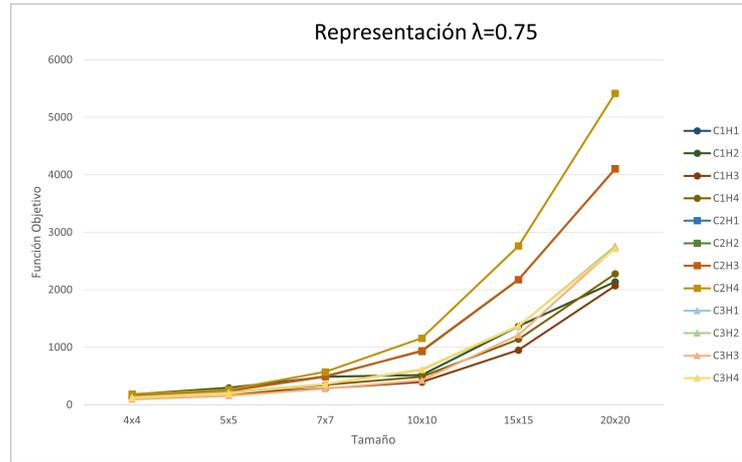

Figura 4.40 Representación General $\lambda = 0,75$ (Elaboración propia).
- $\lambda = 0,75$ → Es el caso en el que se pondera con un 75% el valor del Core Idle Time y con un 25% el valor del Makespan. Tras visualizar la Figura 4.40 la Heurística que proporciona en promedio mejores resultados para cualquier valor de λ es C1H3.